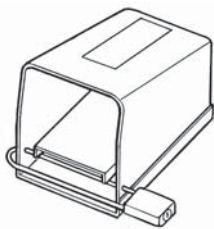

Рисунок 1 – Заблокированный педальный выключатель
- **Заблокируйте педальный выключатель, если станок не используется (рисунок 1).** Это позволяет избежать случайного запуска.